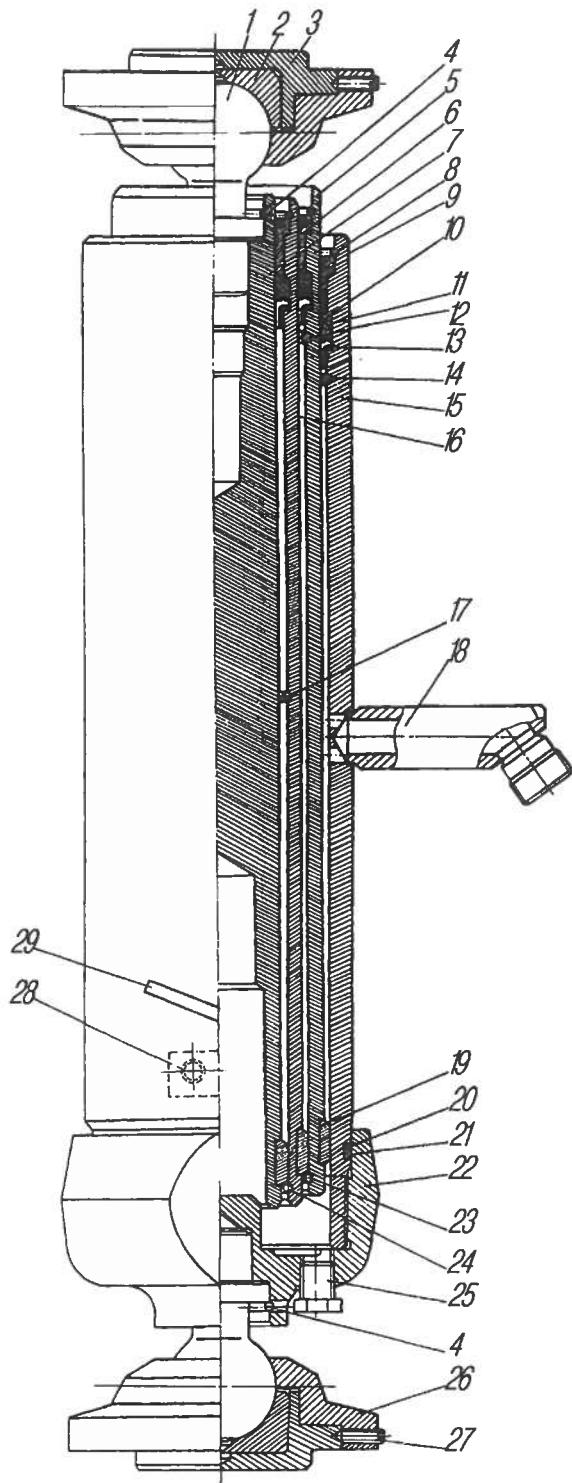

Рис. 117. Гидроцилиндр подъема платформы автомобиля Урал-5557-40:
**Гидроцилиндр подъема платформы автомобилей Урал-5557-40** — телескопический. В корпусе 15 (рис. 117) гидроцилиндра размещены выдвижные звенья (плунжеры) 5, 7 и 16, ход которых ограничивается при выдвижении упорными кольцами 12, 14, 17, а при движении вниз — упорными кольцами 23 и 24. Направление выдвижных звеньев обеспечивается чугунными направляющими полукольцами 19 и направляющими 6, которые удерживаются стопорными кольцами 8.
При необходимости замены уплотнительных манжет гидроцилиндра подъема платформы необходимо отвернуть пробку 25 (см.рис. 117) в днище цилиндра и слить масло, снять гидроцилиндр с автомобиля, снять верхнюю шаровую опору, вынув стопорящее ее кольцо 4. Отвернуть днище 22 гидроцилиндра и осторожно извлечь из корпуса выдвижные звенья.